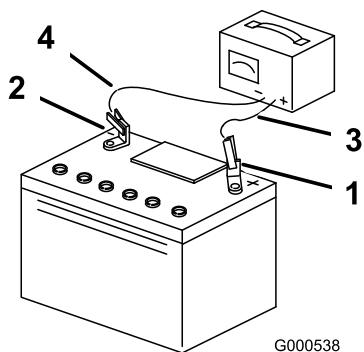

Figura 42
4. Cuando la batería esté completamente cargada, desconecte el cargador de la toma de electricidad, luego desconecte los cables del cargador de los bornes de la batería (Figura 42).